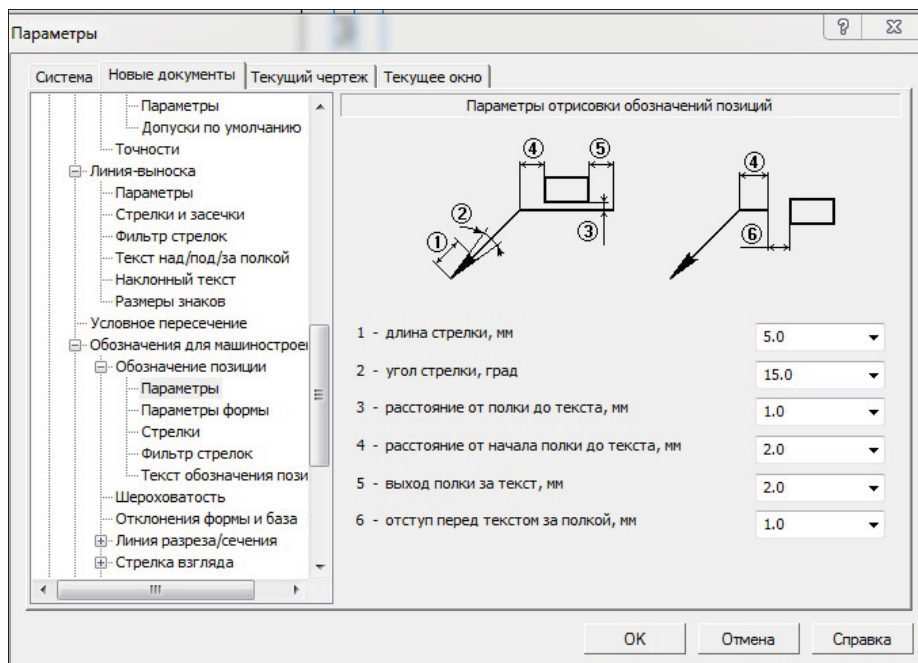

Рис. 17.27. Диалоговое окно **Параметры** с открытой панелью **Параметры отрисовки обозначения позиций**
- ◆ щелкните ЛК мыши у пункта **Обозначения для машиностроения** и по знаку "плюс" пункта **Обозначение позиций** (рис. 17.27) — он раскроется на три пункта: